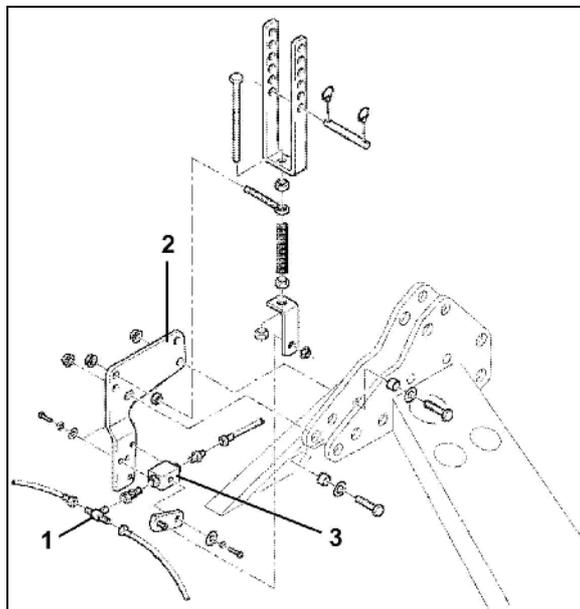

Fig. 69
3. Dès que le circuit hydraulique a été purgé, dévissez au niveau du raccord en T (Fig. 69/1) le flexible hydraulique reliant le tracteur aux vérins.
4. Vissez la console de fixation de la valve du limiteur (Fig. 69/2) au bâti d'attelage supérieur de l'outil de préparation du sol.
5. Vissez les flexibles hydrauliques sur la valve (Fig. 69/3) et acheminez le flexible hydraulique jusqu'au tracteur et branchez le à une prise hydraulique simple effet